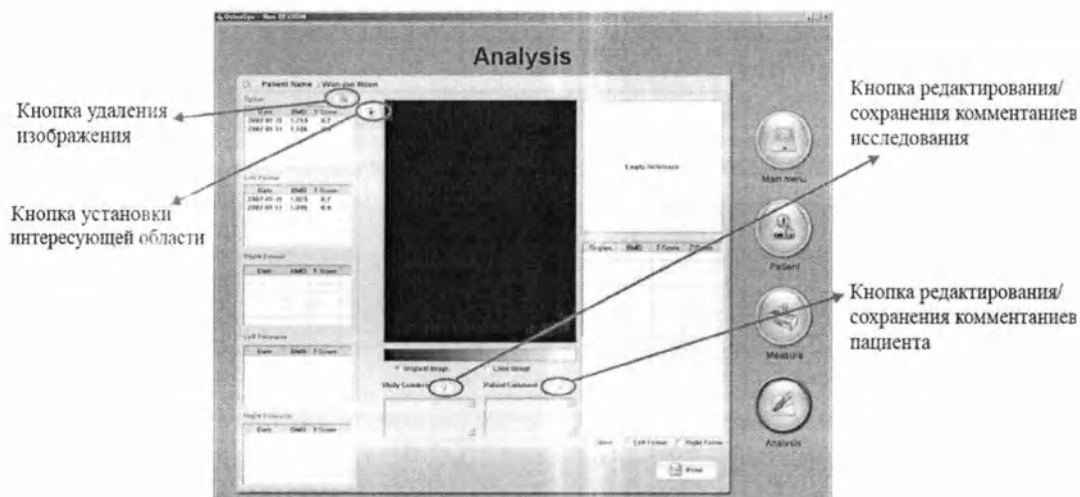

Рис. 16 Стартовый экран Анализа
- (16) Комментарии о пациенте: Могут быть вставлены комментарии, касающиеся пациента (см. рис. 16).